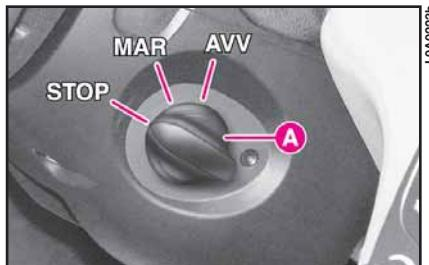

fig. 22
– para acceder al tablero de instrumentos gire el botón A (fig. 22) a la posición MAR
– para poner en marcha el motor gire el botón A (fig. 22) a la posición AVV, soltándola en cuanto el motor se ponga en marcha
El coche está equipado con un conmutador dirigido por el botón A (fig. 22), que permite activar las funciones STOP, MAR y AVV del conmutador de arranque.
que el propietario abandona el coche, la pantalla del tablero de instrumentos visualizará el mensaje “LLAVE NO PRESENTE EN EL COCHE – VEHÍCULO NO SE PUEDE PONER EN MARCHA”. El motor permanecerá en marcha y el tablero encendido hasta que se gire nuevamente el botón A (fig. 22) a la posición **STOP** y no será posible poner en marcha el motor hasta que un dispositivo CID válido en el habitáculo sea reconocido.